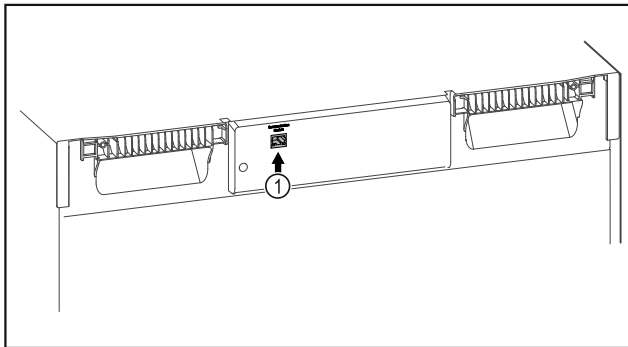

Fig. 94
- Moduli SmartModule Fig. 94 (1) është vendosur.